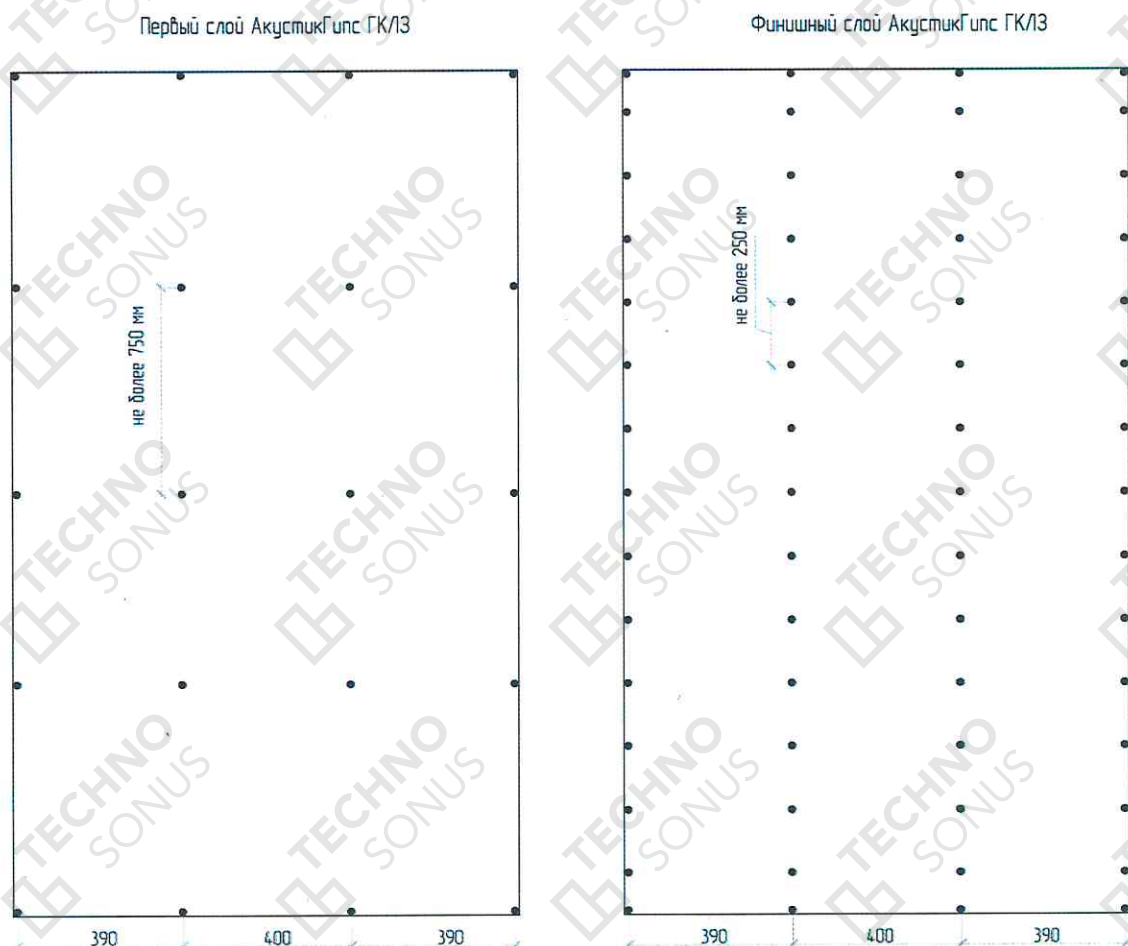

Рисунок 20 – Схема расположения саморезов при двухслойной облицовке ГКЛЗ
6.16. Установить и закрепить финишный слой листов АкустикГипс ГКЛЗ. Важно соблюдать разбег между швами первого и второго слоя. Вертикальная стыковка листов АкустикГипс ГКЛЗ возможна только по утоненной кромке. Не допускается стыковка утоненной кромки и отрезного края. Швы первого и второго слоя должны отстоять друг от друга минимум на 400 мм. Шаг саморезов не более 25 см по вертикали (рисунок 20). Первый лист не должен начинаться с утоненной кромки и не должен заканчиваться ей же. Швы между листами не заполняются виброакустическим герметиком Сонетик. Для фиксации финишного (второго) слоя АкустикГипс ГКЛЗ применяются саморезы ТС-XTN F 3,9x41. Шляпка самореза не должна быть утоплена в слой гипса более чем на 1 мм. Саморезы должны отстоять от края торцевой кромки листов на расстоянии не менее 15 мм и продольной (горизонтальной, утоненной) кромки – не менее 10 мм.